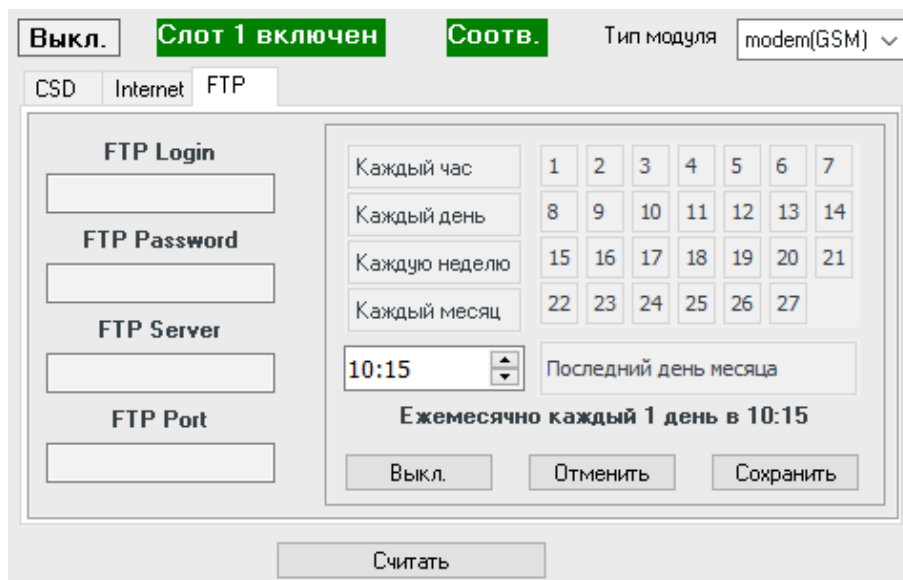

Рисунок 19
*Для получения архива за любой интервал времени необходимо установить дату, отличную от даты по умолчанию, в настройке «Передача архива при старте» (рисунок 19) и перезапустить МТЭК-03.*
Укажите цикл передачи архивных файлов на FTP-сервер (см. рисунок 19):